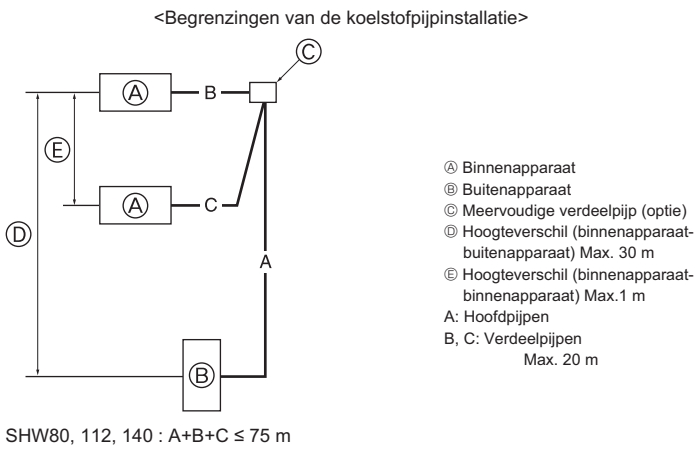

Fig. 4-10
4.8. Voor twee-/drie-/viervoudige combinaties (Fig. 4-10)